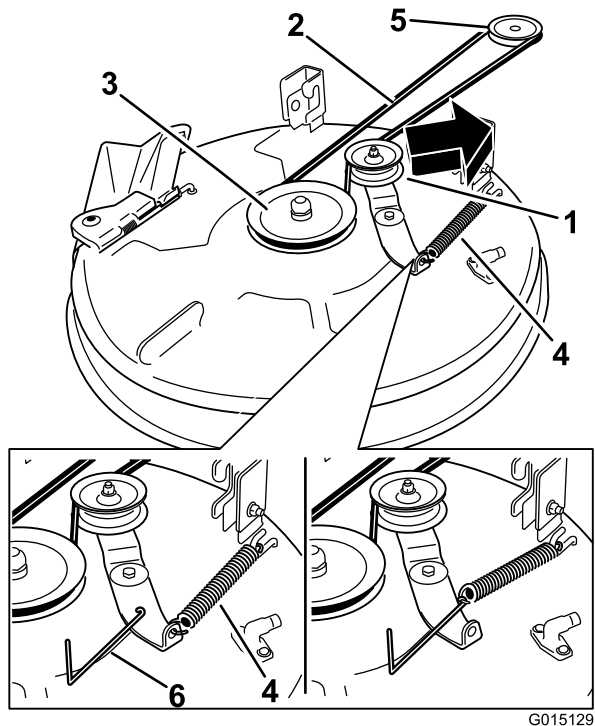

Figura 57
- Utilize um removedor de molas (peça Toro n.º 92-5771), remova a mola intermédia do gancho da plataforma para retirar tensão da polia intermédia e role a correia para fora das polias (Figura 57).
- Coloque a nova correia em redor da polia do motor e nas polias do cortador (Figura 57).
- Utilize um removedor de molas (peça Toro n.º 92-5771), instale a mola intermédia por cima do gancho da plataforma para colocar tensão da polia intermédia e na correia do cortador (Figura 57).